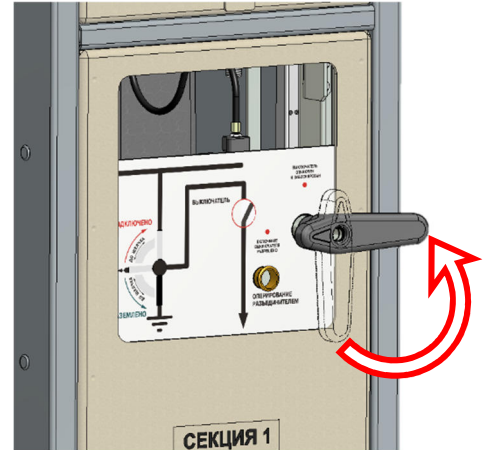

Рис.4.13. Разблокировка выключателя
- Повернуть блокировочную рукоятку против часовой стрелки на 90°, рис. 4.13.